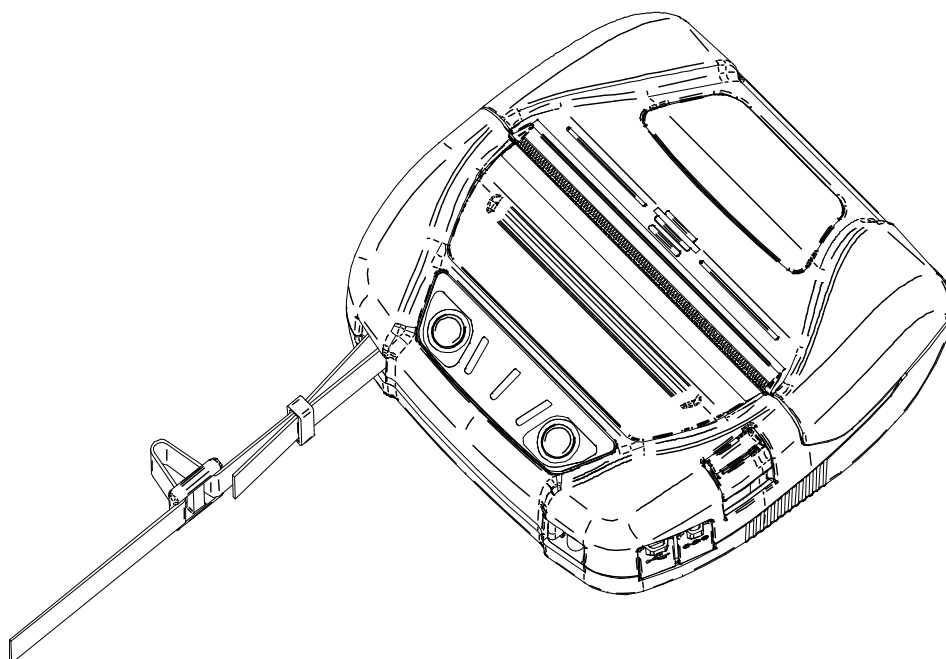

Figura 14-5 Installazione della tracolla (2)
- (2) Far passare la punta della tracolla piegata attraverso l'anello, come mostrato nella Figura 14-5 .